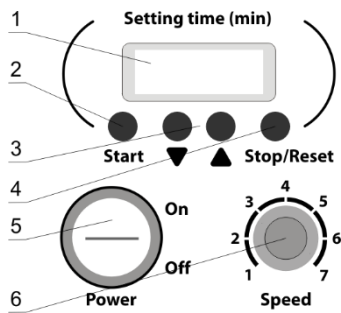

Рисунок 1. Bio RS-24
- 5.1.1. Подключите внешний блок питания к сети. Переведите переключатель **Power** (рис. 1/5) в положение **on**, включено.
- 5.1.3. Установите скорость вращения регулятором **Speed** (рис. 1/6).
- 5.1.4. Установите время работы кнопками **▼** и **▲** (рис. 1/3).
- 5.1.5. Нажмите кнопку **Start** (рис. 1/2) для начала работы.
- 5.1.6. Платформа начнёт движение. Дисплей (рис. 1/1) показывает отсчёт установленного времени. Интервалы времени до 1 часа показываются в минутах и секундах, больше 1 часа - в часах и минутах.